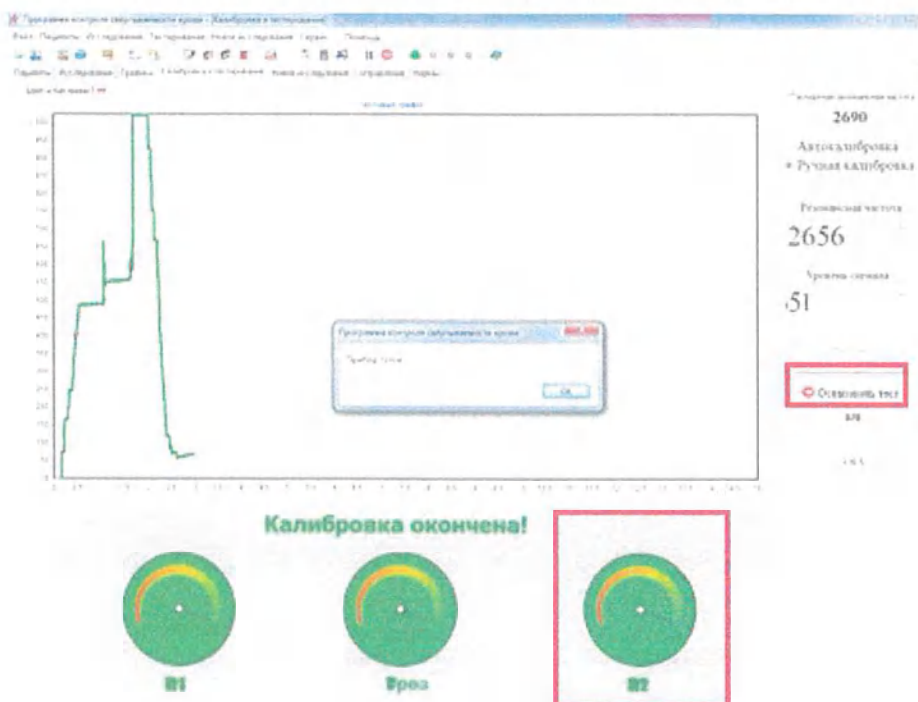

Рисунок 25 – Окончание калибровки
■ Используя переключатель  «Уровень сигнала» следует переместить график на уровень 50 ± 5 отн. ед. (на графике), при этом круглая шкала «R2» на экране ПЭВМ заполнится на 100% и изменит цвет - на зелёный; программа проинформирует об окончании калибровки, отобразится сообщение «Прибор готов». (рисунок 25).